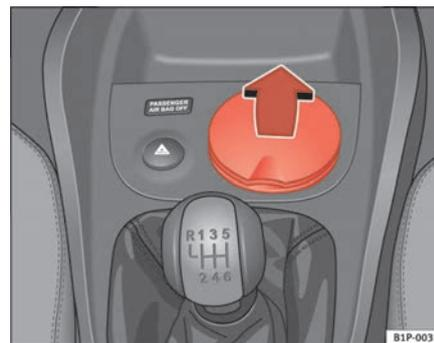

Fig. 99 Cendrier situé dans le porte-boissons avant
- Pour ouvrir le cendrier, levez le cache ⇒ fig. 99.